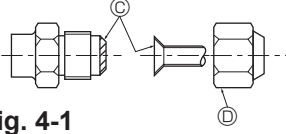

Fig. 4-1
(A) (Fig. 4-1)
(B) (Fig. 4-1)
4.2. Boruların bağlanması (Fig. 4-1)
- Geçme somunu sıkmadan önce boru ve conta bağlantı yüzeylerine ince bir tabaka halinde soğutucu yağı uygulayınız. (A)
- Boru bağlantılarını iki somun anahtarıyla sıkınız. (B)
- Bütün geçme yatağı yüzeyine soğutucu makine yağı sürünüz. (C)
- Aşağıdaki boru büyüklüklerine uygun geçme somun kullanınız. (D)